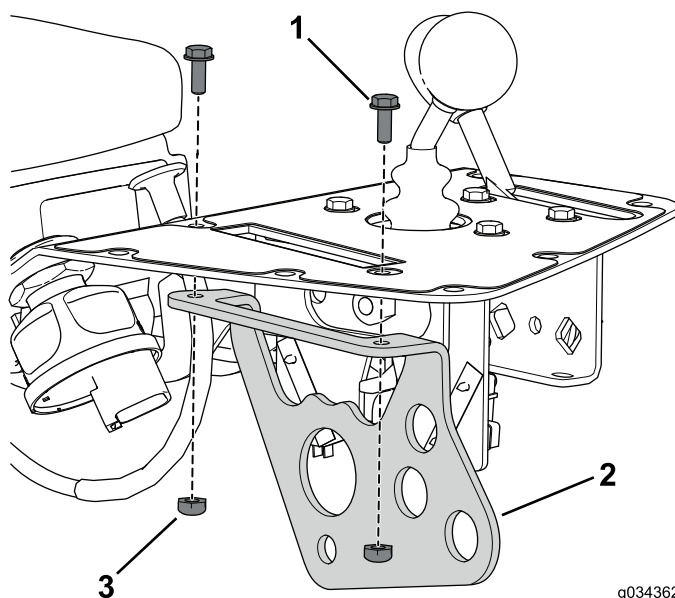

図 9
8. 機能コントロールブラケットをコンソールアセンブリに固定しているボルトとナットを外して捨てる 図 9。